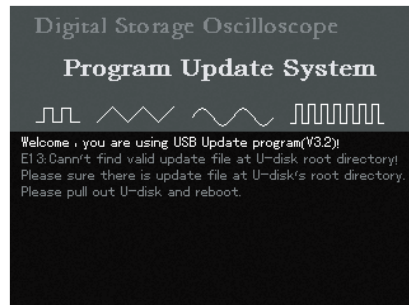

图5-8
3、升级时，如果升级系统没有在U盘根目录下找到程序升级文件，将出现图5-8所示，提示“在U盘的根目录下，没有找到有效的程序升级文件，请确认程序升级文件已经拷贝到U盘的根目录下。请您拔出U盘，重启示波表”。